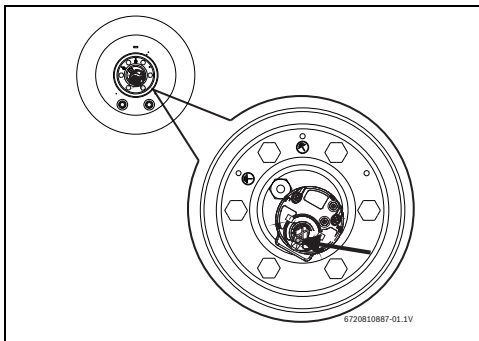

Fig. 16 Bouton de réarmement
- ▶ Enfoncer entièrement la touche de réarmement (fig. 16).